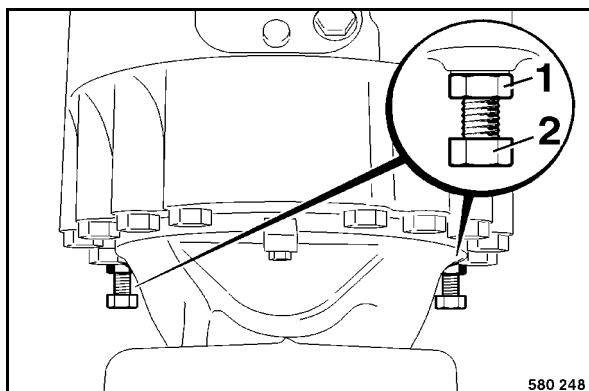

Fig. 111
- Pour desserrer les freins, dévisser le contre-écrou 1 (Fig. 111) d'env. 8 mm.
- Visser les vis de desserrage du frein (2) jusqu'en butée.